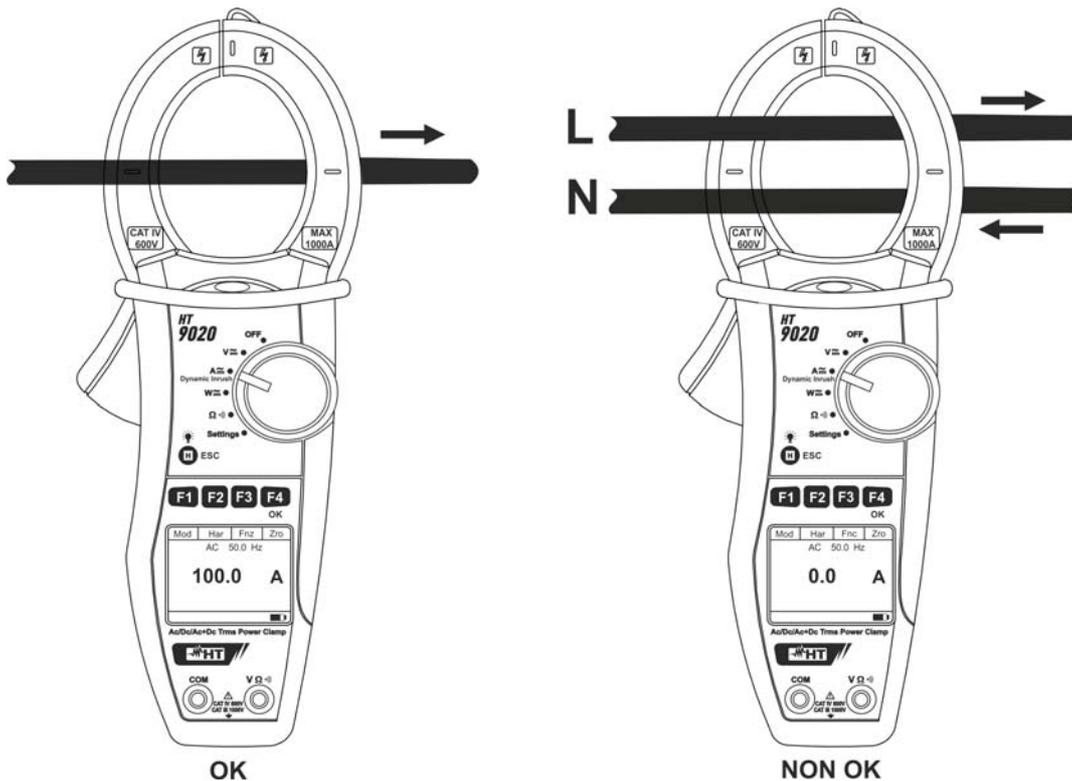

Fig. 10 : Mesure de Courant AC + DC
5. Insérer le câble au centre des pinces afin d'obtenir des mesures précises (voir Fig. 10). Utilisez les marques en guise de référence (voir Fig. 2)